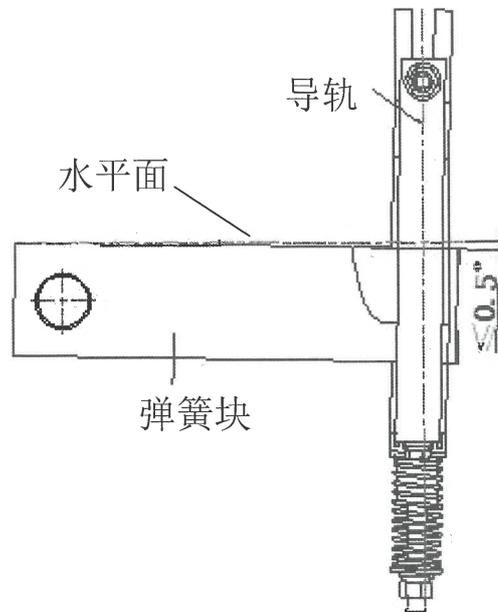

图 5
2.2.5.安全钳弹簧块上平面应与导轨顶面垂直，最大不超过 0.5 度(图 5)。